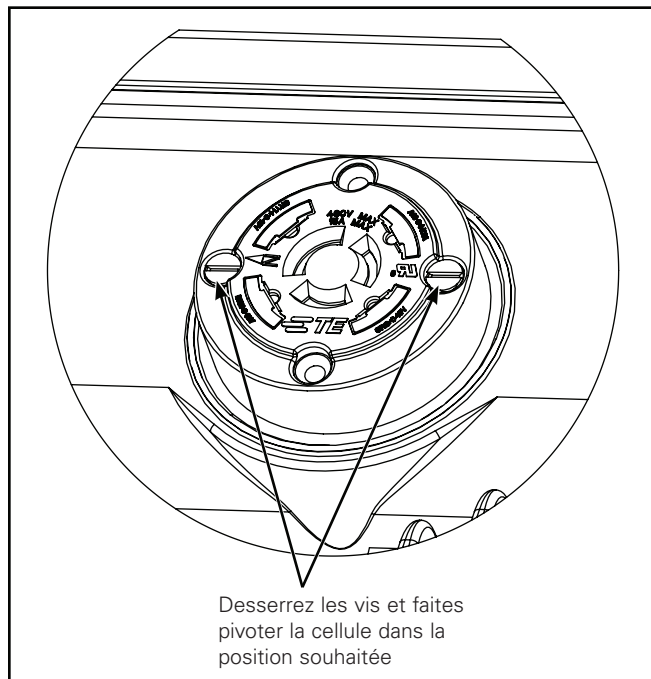

Figure 2. (À 7 BROCHES)
#### Outils requis (Figures 2 et 3).
**Remarque:** Une fois la cellule dans la position souhaitée, serrez les deux vis à un couple maximum de 2,8 N-m (25 po-lb). (Figures 2 et 3).